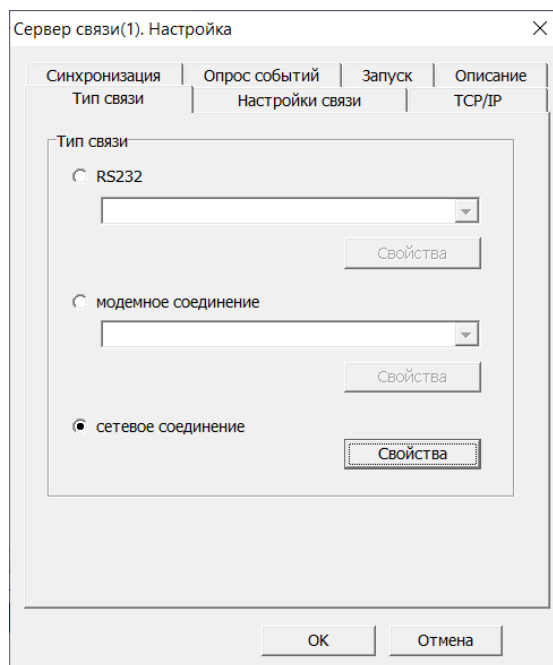

Рис. 64. Сервер связи. Настройка
10) Нажать правой кнопкой по значку «сервера связи» (рис. 63), перейти в настройки (рис. 64).
11) Выбрать сетевое соединение/ свойства (рис. 64).